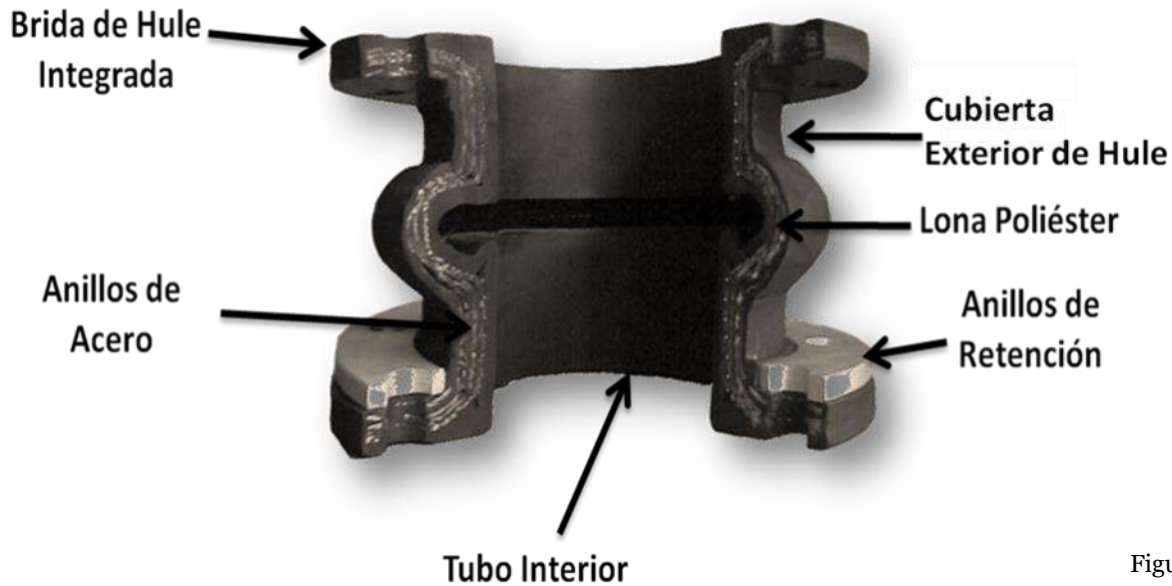

Figura 1
**Bridas Giratorias:** La figura 2 muestra la Junta de Expansión con bridas giratorias la cual lleva la misma construcción en el cuerpo de la Junta de expansión estándar mostrada en la figura 1. solo que con bridas metálicas.